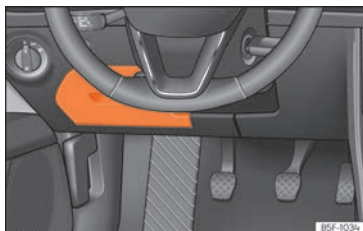

Fig. 104 En el tablero de instrumentos del lado del conductor: tapa de la caja de fusibles.
- **Abrir:** abata la cubierta hacia abajo » » » **fig. 104.**